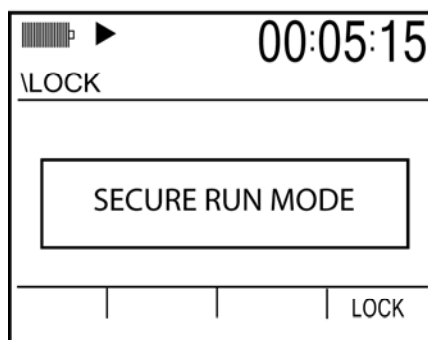

Bild 5-7: Anzeige Sicherer Betriebsmodus
Wenn Sicherer Betriebsmodus eingeschaltet ist, erscheint die entsprechende Anzeige (Bild 5-7). Jetzt können Sie nur eins tun: die Sperre entfernen.
2. Starten Sie die Messung (“Starten einer Messung” auf Seite 67). Wird die Studie gestartet (auch durch Triggerung), so erscheint die Anzeige nach Bild 5-7 oben.